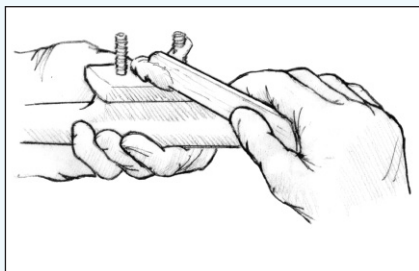

Figure 17 Enduire le dessous de l'équipement et le filetage de la fixation d'époxy épaissi.
4. Injectez dans le trou un mélange anti-coulure époxy/404 ou 406. Utilisez une quantité de mélange suffisante pour qu'il n'y ait pas de vide dans le trou après insertion de la fixation. Enduisez la face inférieure de l'équipement ainsi que le filetage de la fixation d'époxy épaissi (Figure 17).